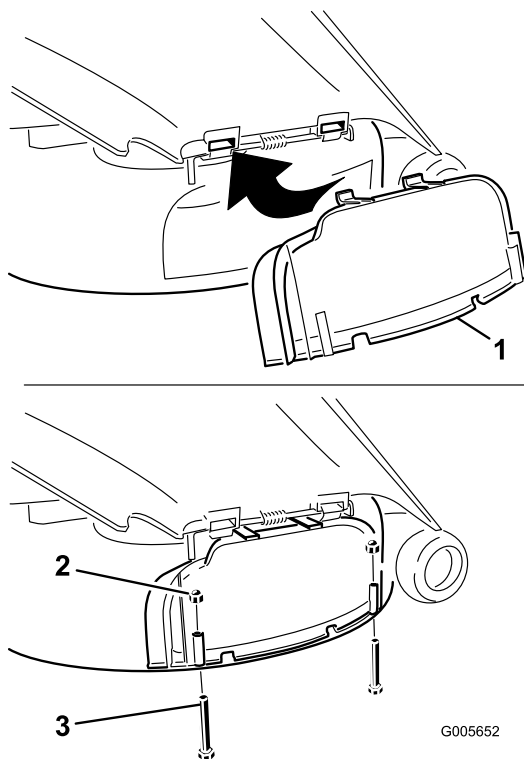

Figura 18
3. Sollevate il deflettore d'erba e fate scorrere le linguette sopra il coperchio dello scarico sotto l'asta di ritenuta del deflettore d'erba. Ruotate il coperchio dello scarico verso il basso sull'apertura e sul bordo inferiore del tosaerba (Figura 18).
4. Fissate il coperchio dello scarico sul bordo inferiore del tosaerba con due bulloni (1/4 x 2-1/2 pollici) e due dadi (1/4 pollice) come indicato nella Figura 18.